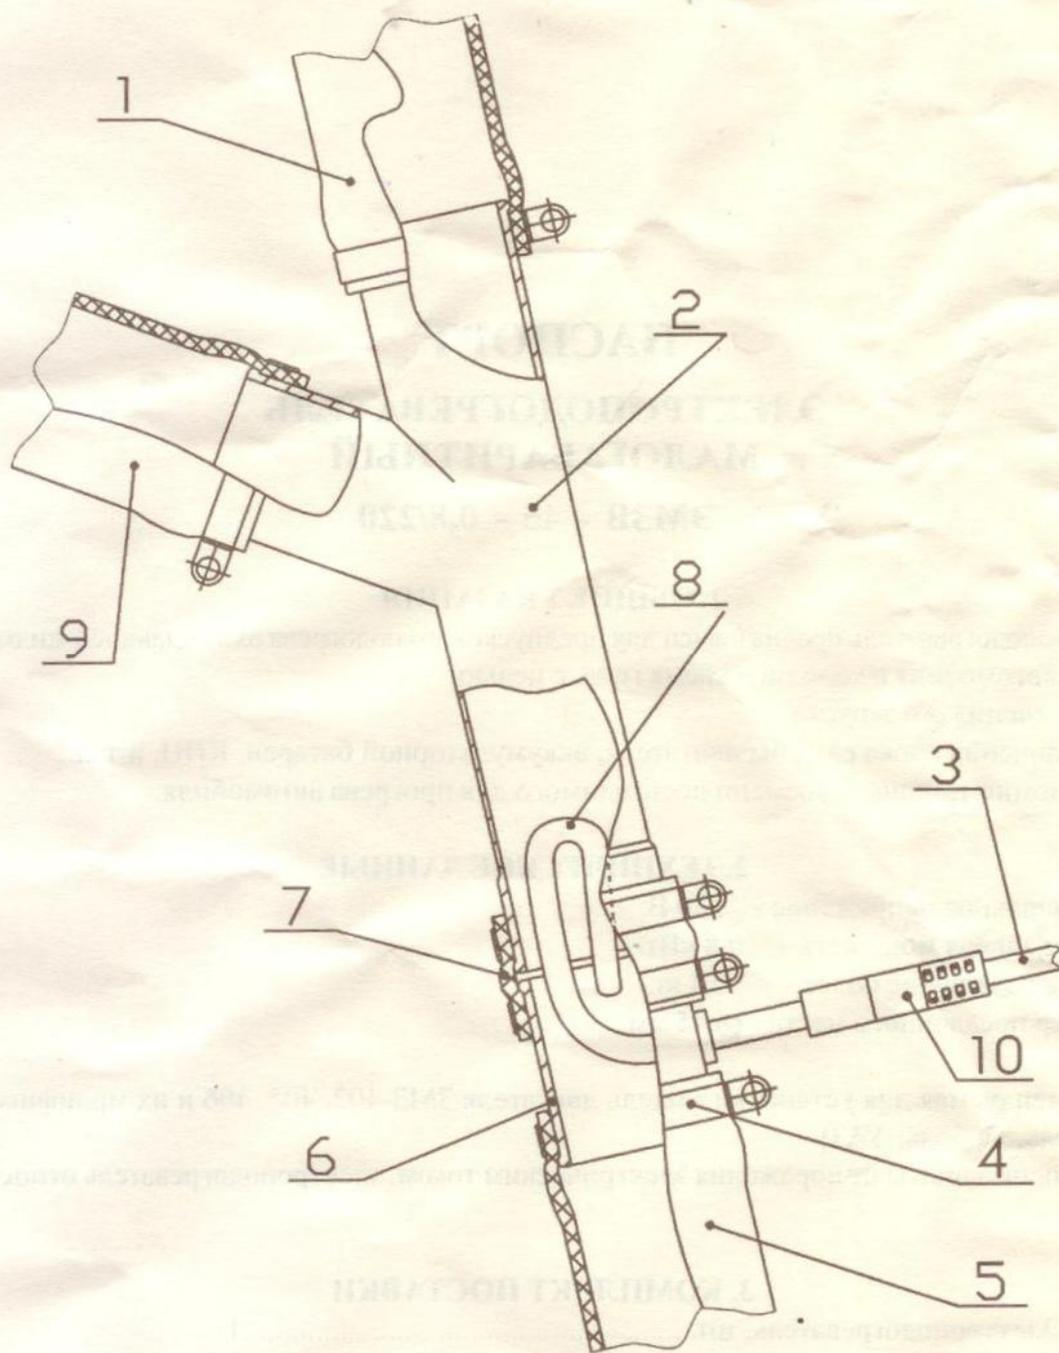
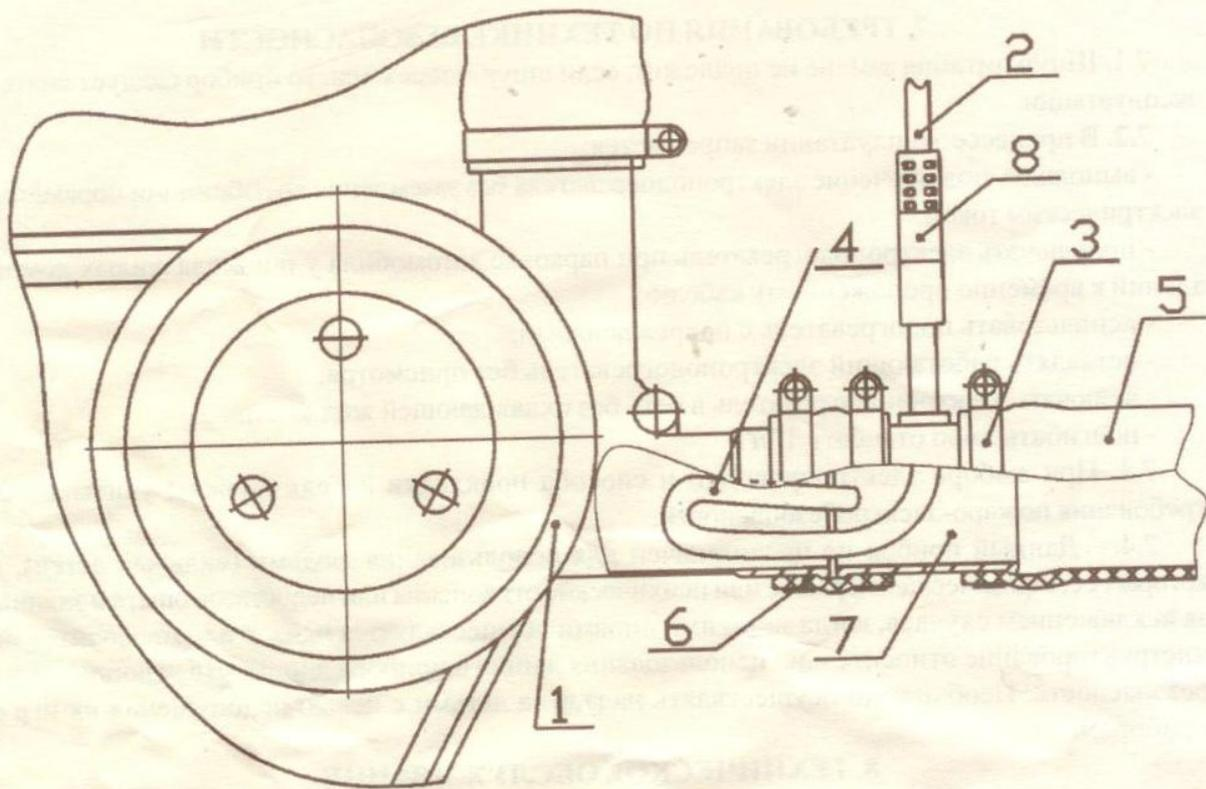

Рис. 4.1.
Рис. 4.2.
4. УСТРОЙСТВО ЭЛЕКТРОПОДОГРЕВАТЕЛЯ И СХЕМА УСТАНОВКИ В СИСТЕМУ ОХЛАЖДЕНИЯ ДВИГАТЕЛЯ ЗМЗ-402 (рис.4.1), ЗМЗ-405, 406 (рис.4.2)
- 5.3 Отрежьте 15 мм шланга и установите электроподогреватель ТЭН в тройник (двигатель ЗМЗ-402 рис. 4.1) или ТЭН в помпу (двигатель ЗМЗ-405(6) рис.4.2).